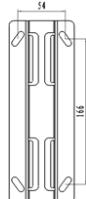

Fig. 1
3. Возьмите монтажный кронштейн в качестве шаблона для отметки положения винтов и просверлите четыре отверстия в стене. Рис. 1